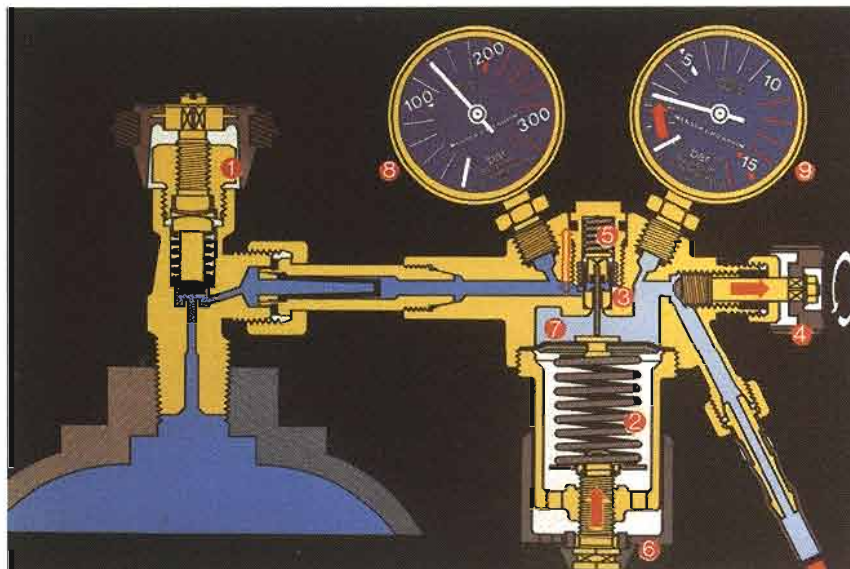

Fig. 7. Sección típica de regulador.
Los modelos empleados para gases a alta presión deben disponer de válvula de seguridad que actúe antes de que la presión de la cámara de baja sea crítica. Los manómetros (8) y (9) (fig. 7) dispondrán de orificios de alivio de forma que no revienten por acumulación de gas en caso de avería.